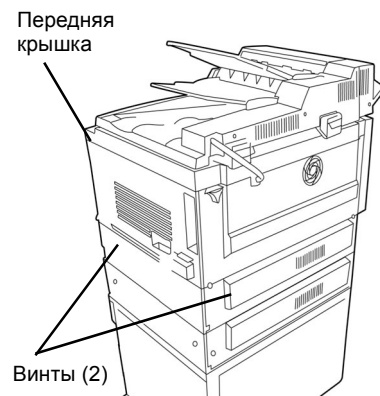

Рисунок 1 Снятие правой крышки
- b. Отверните винты (2) и снимите правую крышку (Рисунок 1).